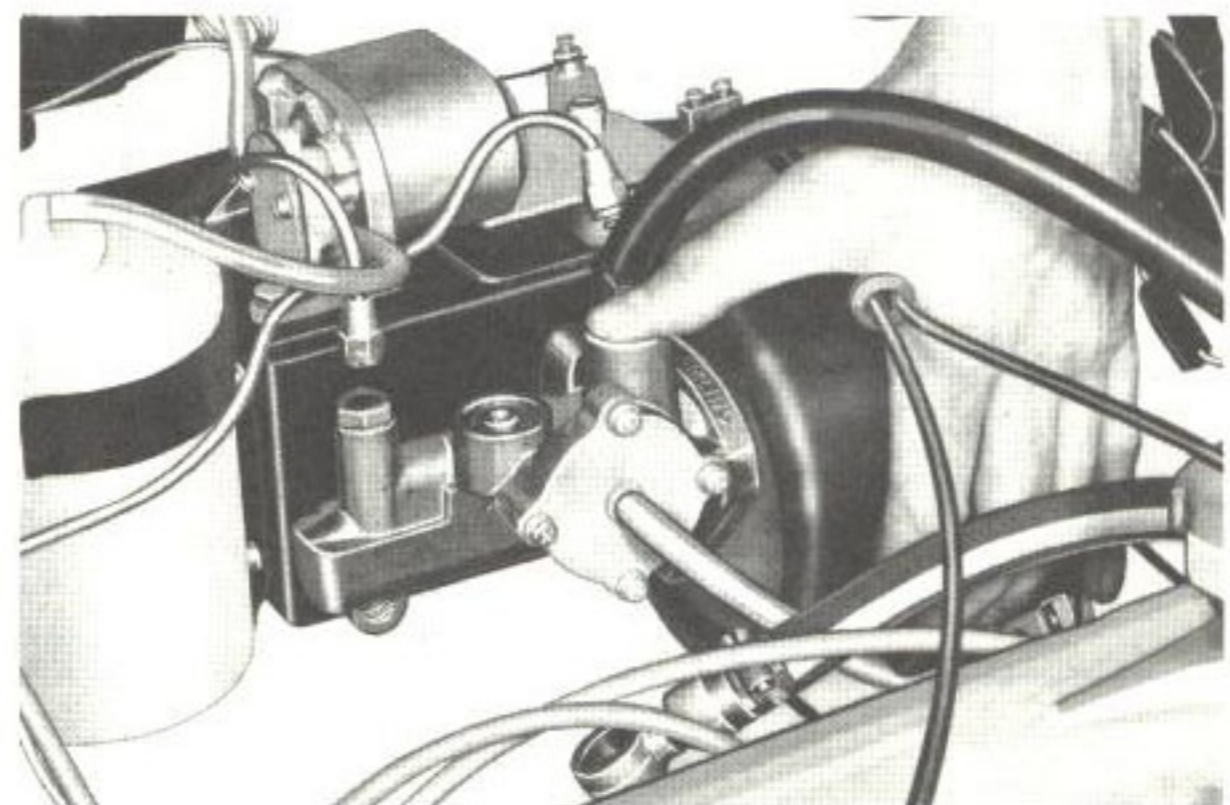

Bild 101. Provningsmoment 1
- Detta provningsmoment skall utföras endast på servocylinder som tömts på bromsvätska. Placera servocylindern på sin konsol. Plugga hydrauliska utloppet och montera en slanganslutning i hydrauliska inloppet. De hydrauliska anslutningarna har en gänga $3/8'' \times 24 \text{ UNF}$. Anslut vakuümledningen till hydrauliska inloppet och demontera luftfiltret. Starta motorn och låt den gå i tomgång. Undersök med hjälp av finger om det är någon strömning genom luftfilteranslutningen och den ordinarie vakuümanslutningen, se bild 101.